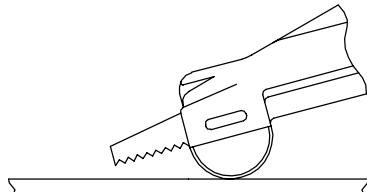

Figura 1
- Sujete la sierra tal como se muestra en la Figura 1, con la guía de la hoja de sierra presionada firmemente contra el material y la punta de la hoja sobresaliendo por encima del material. Apriete el gatillo.